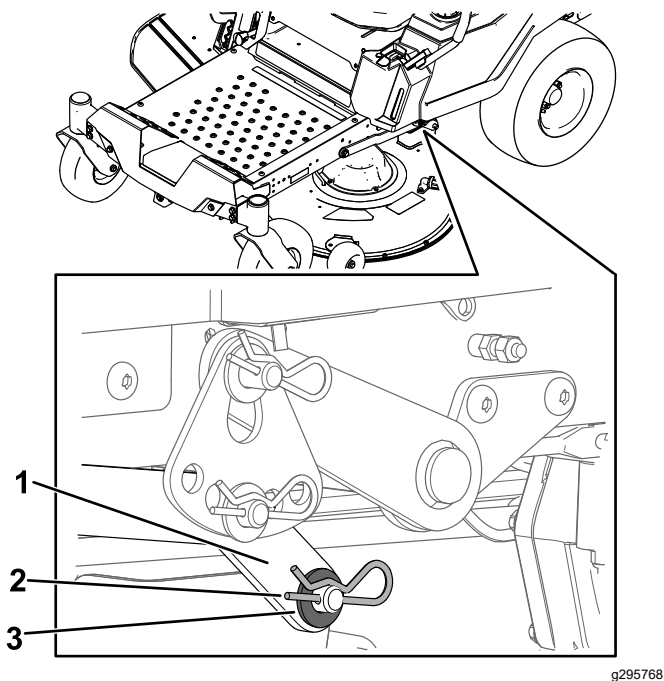

Figura 72
6. En un lado de la máquina, retire la arandela y la chaveta del pasador de la carcasa (Figura 72).
7. Retire el brazo de elevación del pasador de la carcasa (Figura 72).
de elevación en el pasador de la carcasa (Figura 72).
6. Instale el brazo de elevación usando la arandela y la chaveta (Figura 72).